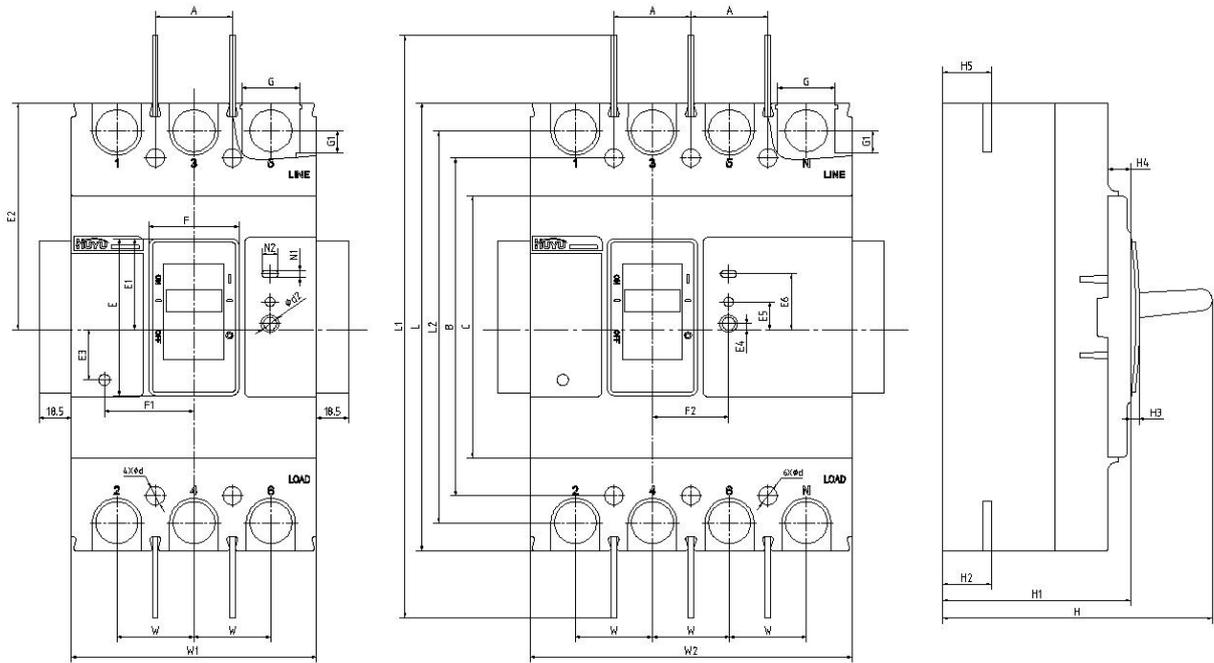

图 19 板前接线外形及安装尺寸
7.1 断路器板前接线外形及安装尺寸见图 19 及表 14。